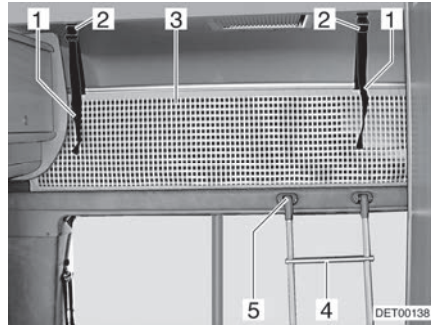

Fig. 71 Letto mansarda
Per salire sul letto mansarda, utilizzare la scaletta di accesso (Fig. 71,4) in dotazione ai modelli di serie.
- Agganciare la scalette con i longheroni nell'apposito supporto (Fig. 71,5) al diaframma della mansarda.
La rete protettiva (Fig. 71,3) è stivata sui modelli di serie tra il materasso e il telaio portamaterasso. Fissare la rete protettiva soltanto dopo che le persone si sono stese nel letto mansarda.
- Far innestare i nastri di sostegno (Fig. 71,1) nei supporti (Fig. 71,2) sul soffitto.